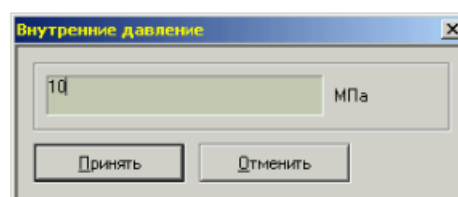

Рис. 5.6.2. Диалоговое окно задания внутреннего давления
3. В появившемся диалоговом окне (рис. 5.6.2.) необходимо задать значение внутреннего давления.